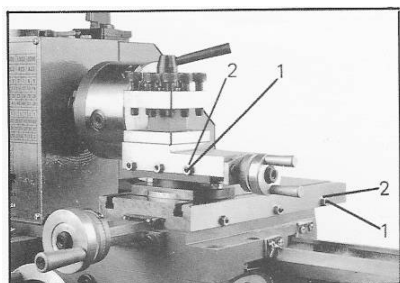

Fig 25
Les deux coulisses sont équipées d'un lardon et peuvent être réglées sans jeu au moyen des vis (1, Fig 25) et des contre-écrous (2).